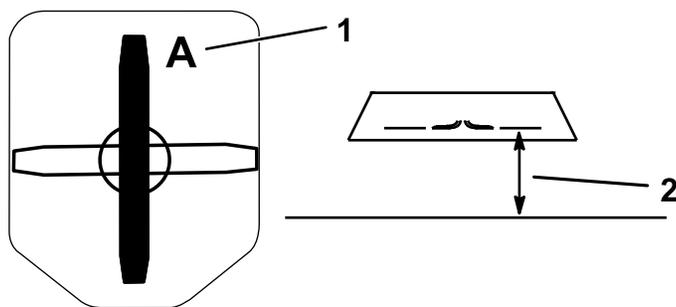

Рисунок 37
2. Измерьте расстояние от горизонтальной поверхности до режущей кромки ножа в положении А (Рисунок 37).